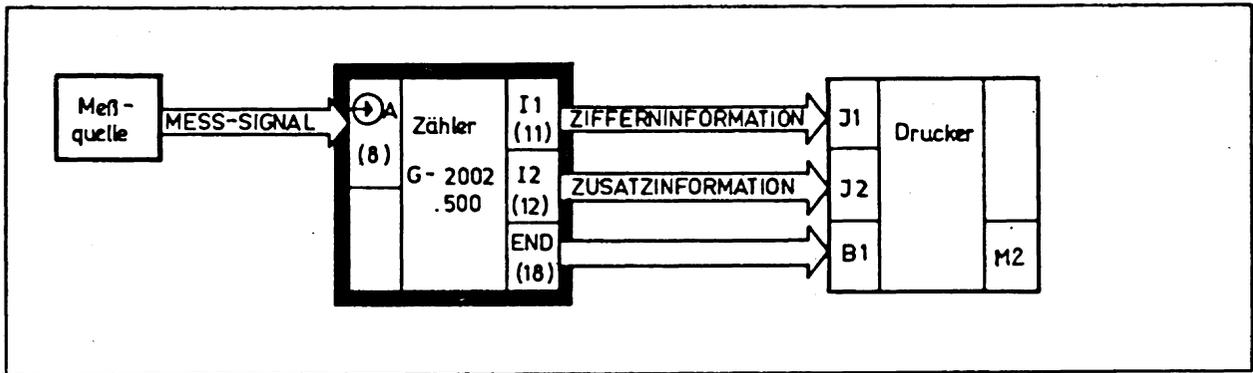

Bild 11: Verkettung von Zähler und Drucker für einmalige Auslösung durch Taste Handauslösung (4)
Soll nur ein einzelner Meßwert ausgedruckt werden, dann entfällt die Verbindung M2 des Druckers zu START EXT L (19) am Zähler (Bild 11). Für die Betriebsart "Zählen" darf nur die Verkettungsart nach Bild 11 verwendet werden.
22 Das Tor ist nun wieder geschlossen und das Ergebnis steht an der Anzeige. Wenn die ersten 4 Stellen dunkel sind, wurde die Zählkapazität überschritten. Mehr als 9999999 Ereignisse kann der Zähler nicht verarbeiten. Zu beachten ist, daß eine Auslösung über START EXT (19) bei Verkettung nicht zulässig ist, da ja durch Betätigen der Taste (4) der Meßvorgang ausgelöst wird. END (18) kann wie üblich als Startsignal für einen nachfolgenden Drucker benutzt werden. (Verkettung nach Bild 11, Abschnitt "VORBEREITUNG ZUM BETRIEB").